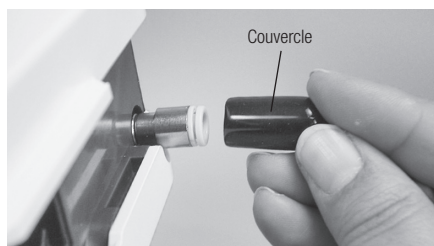

Fig.5
- 1) Enlevez le couvercle du connecteur d'eau du robinet (Fig. 5).